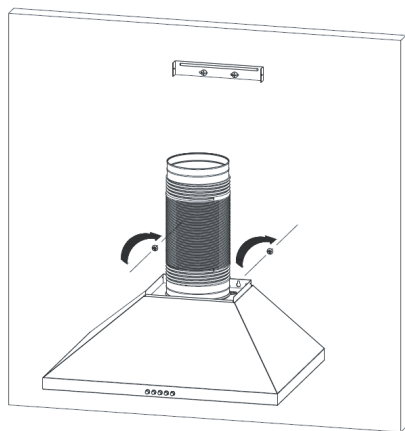

Рис. 6
4. Закрепите вытяжку на винтах, закрепленных на держателе воздуховода. (Рис. 6)